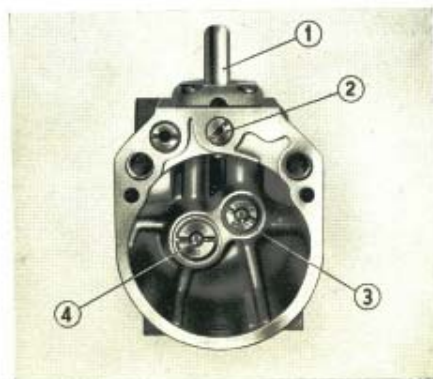

Fig. 17. Parte interna della vaschetta del carburatore.
Per eseguire la pulizia del carburatore è necessario allentare le due viti (1) e (2), smontare la vaschetta (4) (ved. fig. 16) e quindi il getto principale (3) ed il getto compensatore (4) in essa contenuti (ved. fig. 17).